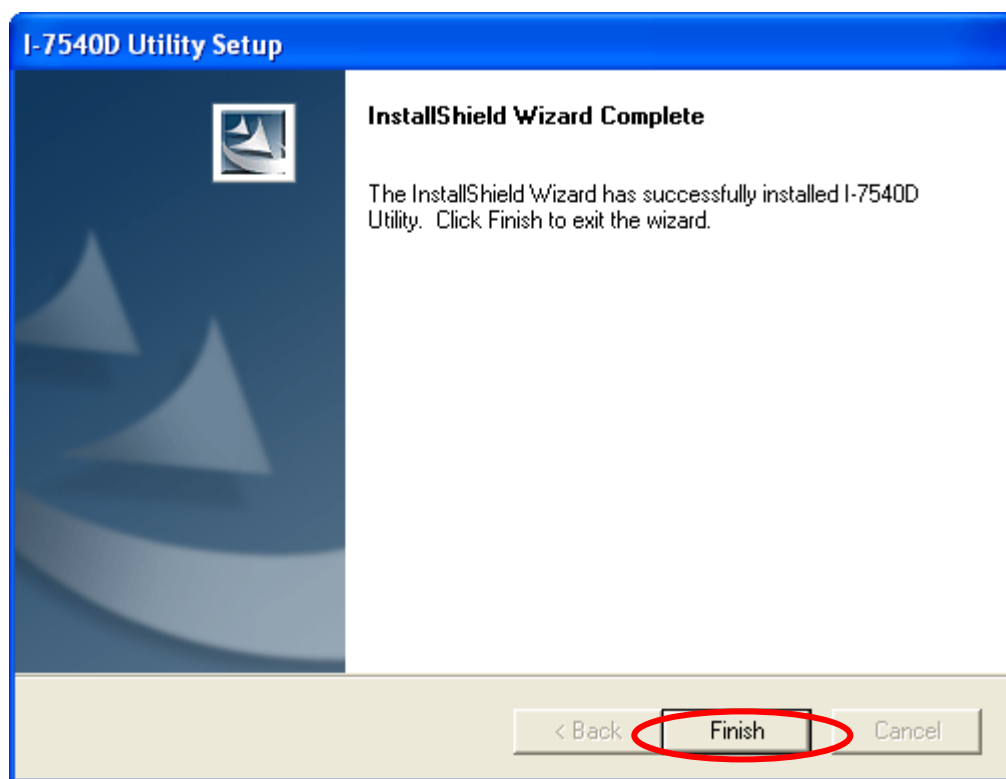

图 3-5: 「安装程序已成功完成」的对话框
Step 6: 点击「Install」后，安装精灵开始将 I-7540D Utility 安装至系统内。在结束整个安装作业之后，画面弹跳出「完成」的窗口提示用户，用户可点击「Finish」离开安装程序。其画面如图 3-5 所示。